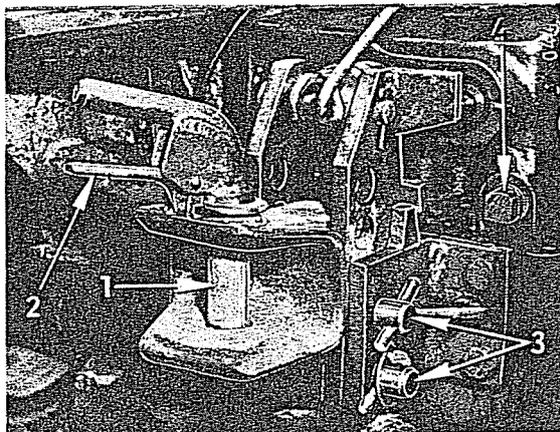

Fig. 18
Une chape d'attelage très robuste est fixée à l'arrière du châssis principal (Fig. 18). Elle est percée de deux trous dans lesquels s'engage verticalement une cheville (1) munie d'un verrou à
La chape d'attelage arrière est fixée sur son support à l'aide de deux chevilles (3, Fig. 18). Elle peut être facilement enlevée pour permettre d'atteler un instrument de travail sur le support du système de contrôle de traction.